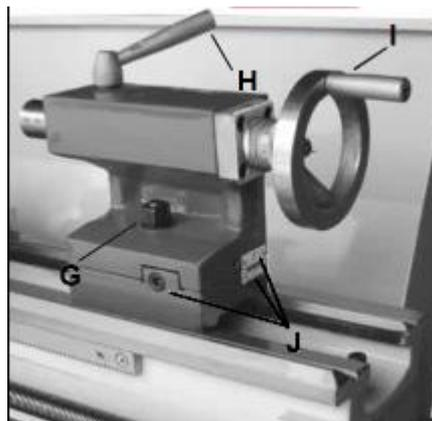

Рис. 14
15. Зажимной болт задней бабки (G, рис. 14)
16. Рычаг зажима втулки задней бабки (H, рис. 14)
17. Ручка перемещения пиноли задней бабки (I, рис. 14)
18. Регулировка смещения задней бабки (J, рис. 14)